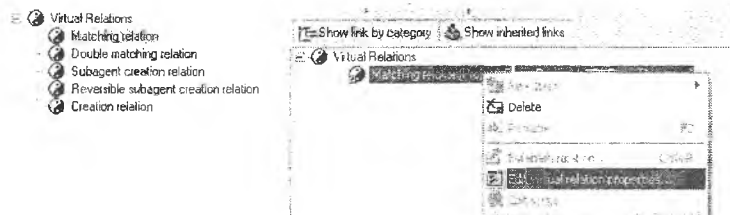
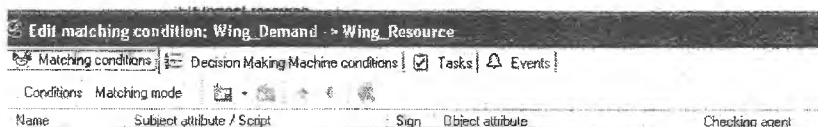

Рис. 16. Редактирование свойств отношения матчинга
Рис. 17. Окно редактирования условий матчнга
- Перейдите в закладку *Used by* (*Virtual relations* -> *Matching relation* -> *Used by*) и выделите *Matching relation (Engine\_Demand, Engine\_Resource)*, далее в контекстном меню выберите *Edit virtual relation properties* (рис. 16). При этом откроется окно редактирования условий матчинга (рис. 17).